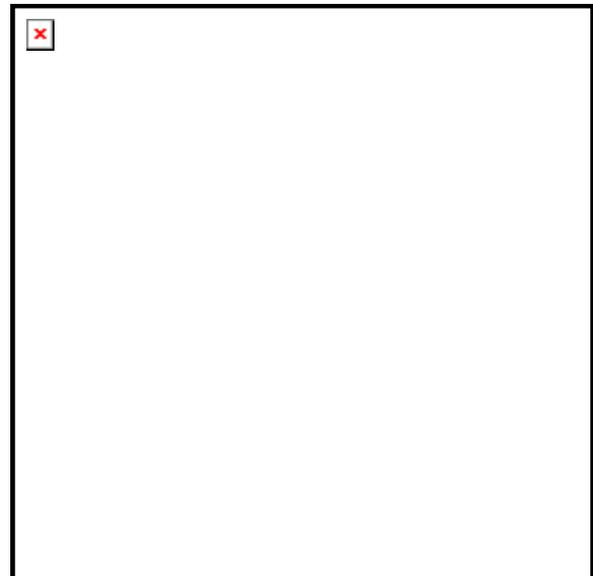

Fig. 36
Pour remplacer le galet (Fig. 36/1), placez la machine déployée de sorte à ce que le galet ne soit pas tendu.
1. Desserrez le raccord à vis (Fig. 36/2).
2. Retirez la douille (Fig. 36/3).